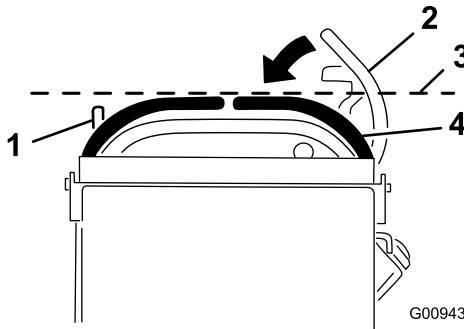

Figura 69
3. Empurre para baixo as alavancas de controlo do movimento, para fora da posição de BLOQUEIO EM PONTO MORTO (Figura 69).
4. Verifique se a alavanca de controlo de movimento do lado direito alinha horizontalmente com a alavanca de controlo de movimento do lado esquerdo (Figura 69).